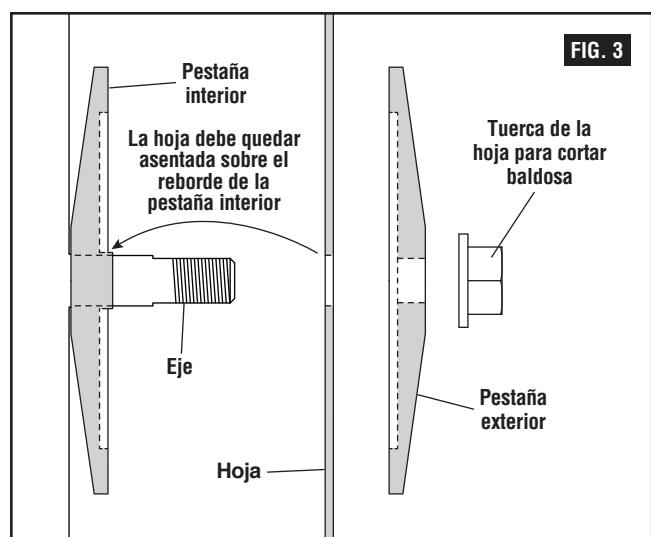

FIG. 3
2. Asegúrese de que la pestaña interior esté posicionada apropiadamente en el eje (Fig. 3).
4. Coloque la nueva hoja de sierra para cortar baldosa en el eje y asiente dicha hoja de sierra en el reborde de la pestaña interior (Fig. 3 y 4).
5. Coloque la pestaña exterior en el eje. Rote la pestaña exterior hasta que se alinee con el eje y se deslice contra la hoja de sierra para cortar baldosa (Fig. 3).